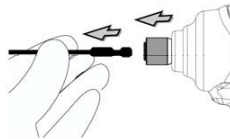

Abb. 2
2. Um den Bit zu entfernen, ziehen Sie die Halterung in die Richtung des Pfeils und ziehen Sie den Bit fest heraus. (Abb. 2).